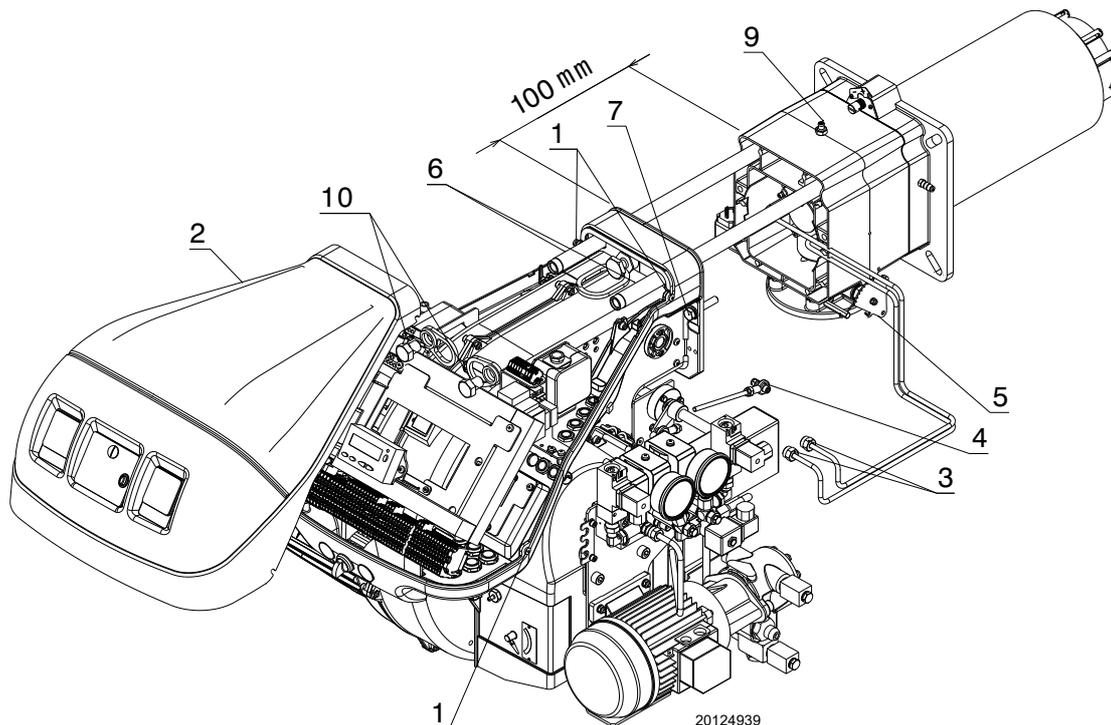

Fig. 54
- Desserrer les 4 vis 1)(Fig. 54) et déposer le capot 2).